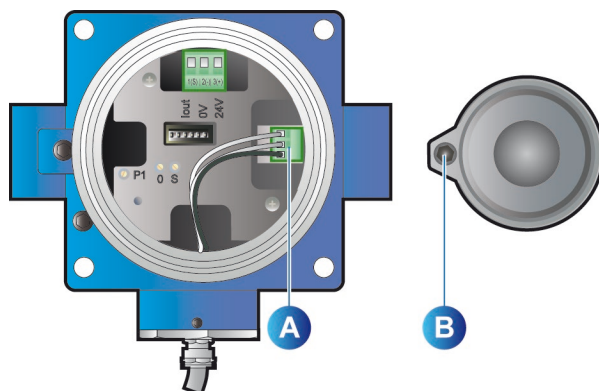

Figura 16: OLCT 100HT – elementos específicos relativos à substituição da célula de temperatura elevada
- Desaparafusar os parafusos de suporte (Figura 16, rep B) da tampa da cabeça de detecção e retirar esta última.